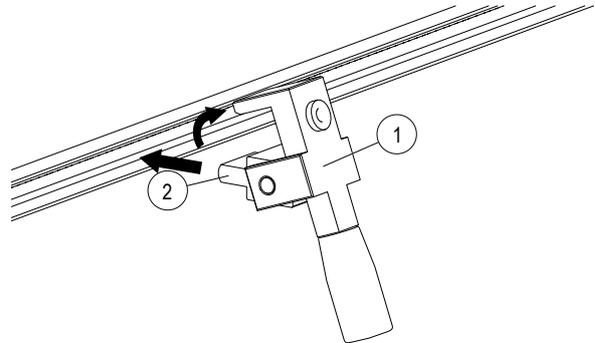
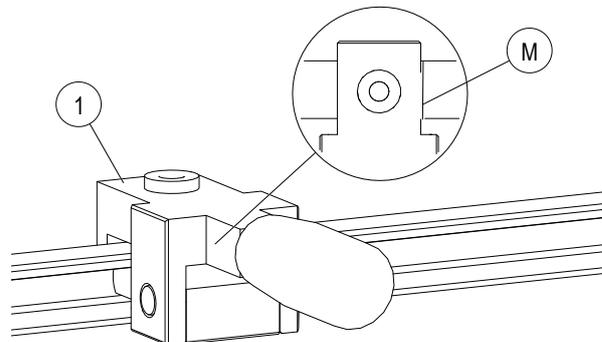

Abb. 69: Bohrlehre positionieren
Abb. 70: Bohrlehre liegt an Markierung an
- Die Bohrlehre (1) mithilfe des Griffes öffnen (siehe Abb. 69).
- Die Spanneinheit (2) der Bohrlehre so in die Stromschiene einschieben, dass die Bohrlehre (1) an der Markierung (M) plan anliegt (siehe Abb. 69 und Abb. 70).